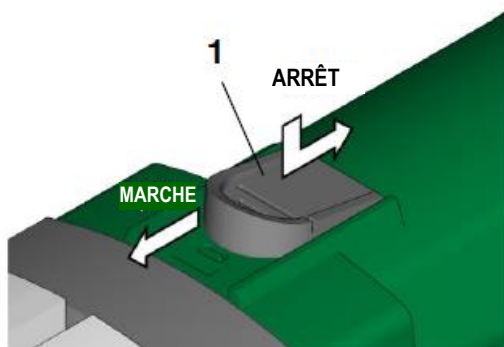

Fig. 6 Allumer/éteindre MB 20/2 et MB 20/3
- Pour démarrer la machine, faire glisser l'interrupteur MARCHE (1) dans le sens de raccordement de l'arbre jusqu'à ce qu'il s'engage (voir fig. 6).